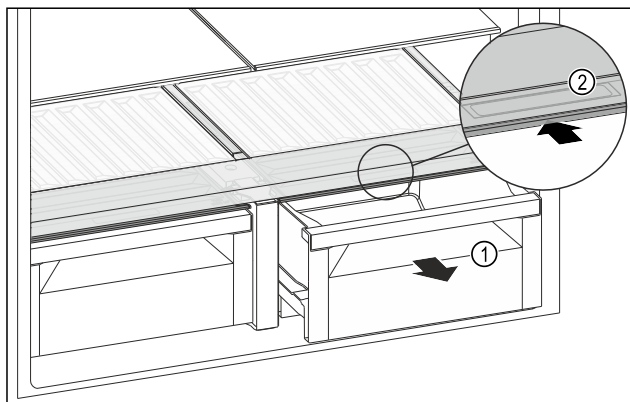

Fig. 127
- ▶ Витягніть висувний ящик Fig. 127 (1).
- ▶ Візьміться за потайну ручку Fig. 127 (2) на кришці відділення й одночасно посуньте кришку відділення назад.